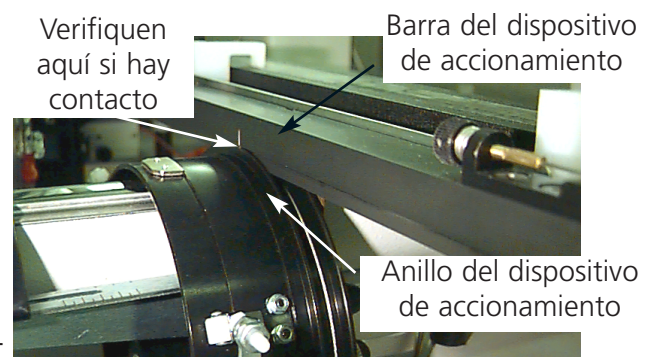

Figura 3-21
14. Nivelen Vds. la abrazadera de interface. Para efectuar esto, muevan primero el soporte del bastidor completamente a la izquierda, usando el teclado de la unidad periférica. Convenganse Vds. de que no hay espacio libre entre la barra del dispositivo de accionamiento y el anillo del dispositivo de accionamiento (vean la Figura 3-21). Si necesario, aprieten la barra ligeramente hacia abajo, en la barra, y atornillen al máximo el tornillo de cabeza hexagonal avellanada correspondiente, en la abrazadera de interface. Luego muevan el soporte del bastidor completamente a la derecha y repitan el procedimiento.